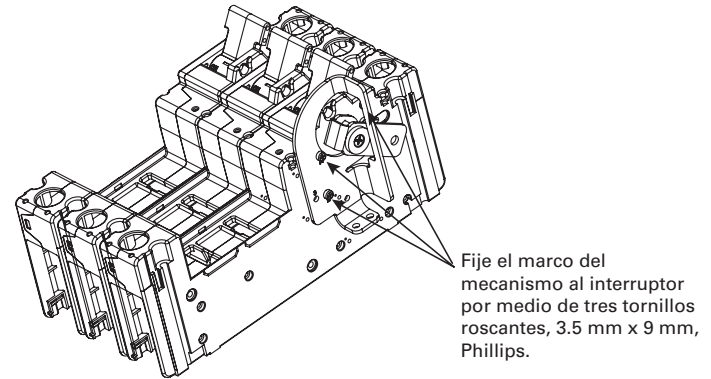

Fig. 2-3. Fije el marco del mecanismo al interruptor por medio de tres tornillos roscantes, 3.5 mm x 9 mm, Phillips, en los orificios marcados 1, 2 y 3.
- Paso 2.** Coloque el interruptor en la posición ON e inserte el eje en el lado derecho del interruptor hasta que esté completamente asentado. Tenga cuidado de alinear la palanca del eje de modo que quede a 90° con respecto a las manijas del interruptor, como se muestra en la Fig. 2-3.
- Paso 3.** Asegure el marco del mecanismo al lado derecho del interruptor empleando tres tornillos roscantes, 3.5 mm x 9 mm, Phillips, colocados en los orificios marcados A, B y C. Aplique un par de apriete de 12 lb-pulg (vea la Fig. 2-3).